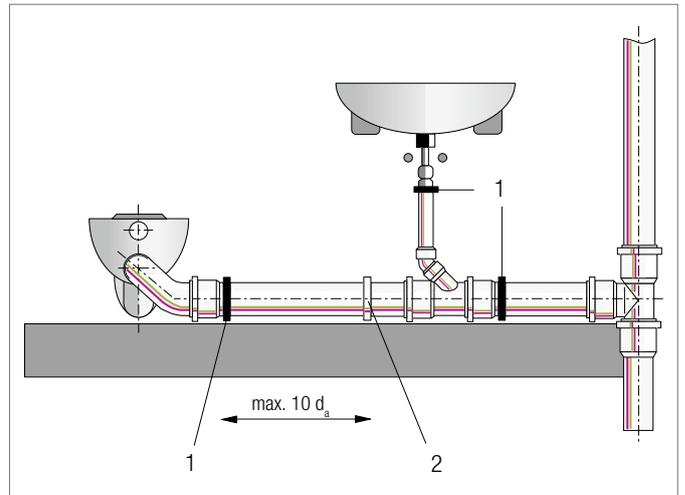

Abb. 8-9 Installationsschema waagerechte Rohrleitung
Ein Schema zur rationellen Befestigung einer waagerechten schalldämmenden Leitung mit RAUPIANO PLUS ist grafisch dargestellt (siehe Abb. 8-9).
- Der Abstand zwischen Festschelle und Führungsschellen darf den zehnfachen Rohr-Außendurchmesser  $d_a$  nicht überschreiten (siehe Abb. 8-9): Abstand  $\leq 10 \times d_a$ .